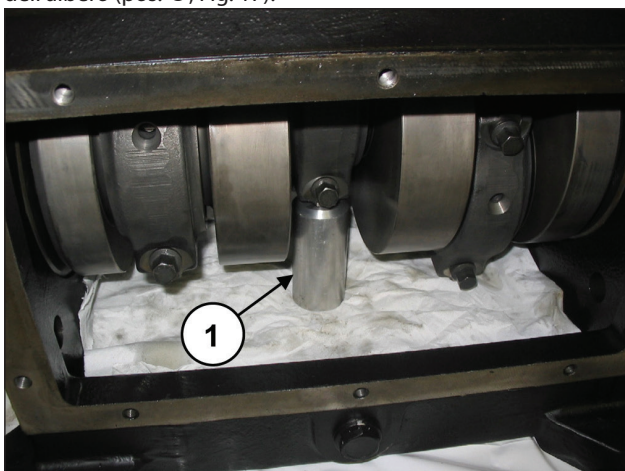

Fig. 17
Inserire uno spessore sotto la biella per bloccare la rotazione dell'albero (pos. ①, Fig. 17).